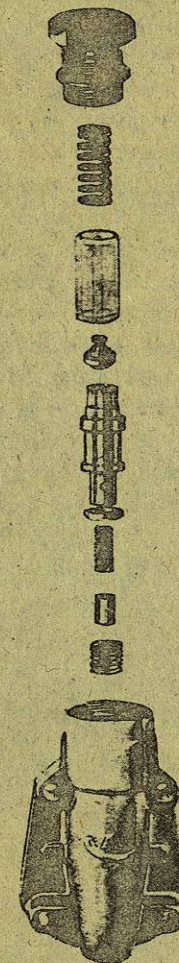

Fig. 25 Un tipo de placa de extremo de aluminio
- (b) Levante hacia afuera la placa de extremo (Fig. 25) y quite el retén de caucho sintético.
Nota: El filtro mostrado en la Fig. 25 es uno de los tres tipos usados. Los filtros corrientes tienen estructura de plástico negro y son cónicos. Anteriormente, se empleaban filtros cilíndricos del mismo diámetro máximo. Las bombas más antiguas tienen filtros de estructura blanca de diámetro más pequeño. Todos los tipos tienen el mismo Número de Pieza.